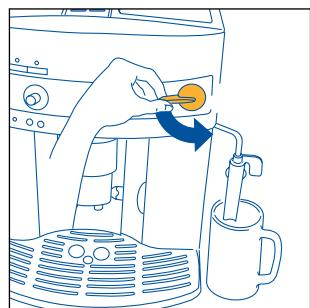

Рис. 5
- СРАЗУ ЖЕ ПОСЛЕ ЭТОГО В ТЕЧЕНИЕ МАКСИМУМ 30 СЕКУНД** поверните ручку регулятора пара против часовой стрелки до упора, рис. 5 (появление шума в кофеварке – нормальное явление).
- Поверните регулятор подачи пара против часовой стрелки на половину оборота, рис. 5, горячая вода потечет из устройства для взбивания молока, начиная заполнять стоящую под ним емкость.
- Несколько секунд выпускайте воду или пар, повернув ручку регулятора пара против часовой стрелки до упора, рис. 5. Эта операция позволит удалить остатки молока, которые остались внутри. **ОБРАТИТЕ ВНИМАНИЕ:** для соблюдения гигиены рекомендуется постоянно производить эту процедуру, чтобы избежать застоя молока во внутренних системах прибора.